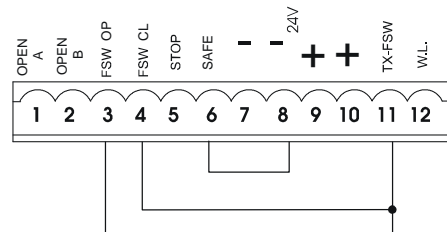

Fig. 26
N.B. Als er geen veiligheidsvoorzieningen worden gebruikt, moeten de klemmen worden overbrugd zoals op fig. 26.
Nota bene: als er geen veiligheidsvoorzieningen bij opening worden aangesloten, moet een brug worden aangebracht tussen de klemmen FSW OP en -TX FSW (fig. 26).
Nota bene: als er geen veiligheidsvoorzieningen bij sluiting worden aangesloten, moet een brug worden gemaakt tussen de klemmen FSW CL en -TX FSW (fig. 26).
Nota bene: als er geen veiligheidsvoorzieningen "veiligheidslijst" worden aangesloten, moet een brug worden gemaakt tussen de klemmen SAFE en - (fig. 26).